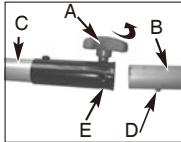

Fig. 2A
- Vrid vredet (A) moturs för att lossa (fig. 2A).